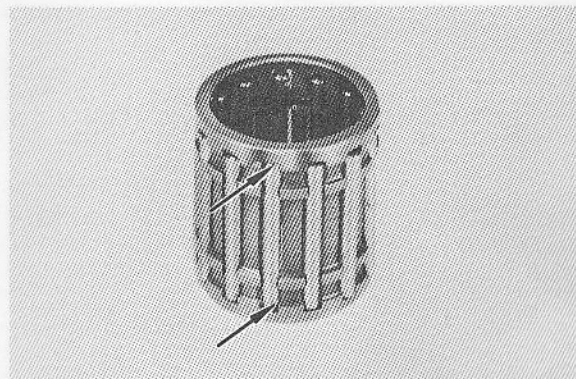

Fig. 3-3-6
3. Check the bearing cage for excessive wear or damage. Check the rollers for signs of flat spots. If found replace pin and bearing. (Fig. 3-3-6)
3. Vérifier la cage de roulement pour l'usure excessive ou un endommagement. Vérifier les galets pour des indices de points d'aplatissement. Si on en remarque remplacer l'axe et le roulement. (Fig. 3-3-6)